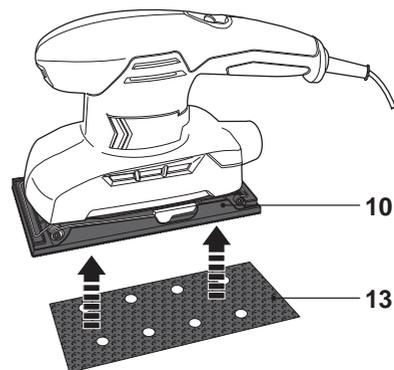

Fig. 1
- > Appuyez légèrement sur la feuille [13] pour la fixer au plateau de ponçage [10] (Fig. 1).